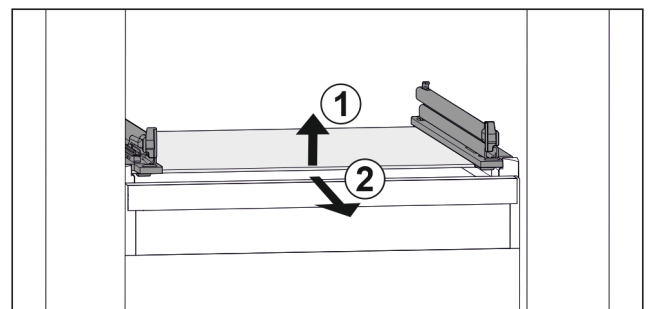

Fig. 36 Simbolična slika steklene plošče
- ▶ Stekleno ploščo dvignite v smeri naprej. Fig. 36 (1)
- ▶ Stekleno ploščo odstranite v smeri naprej. Fig. 36 (2)